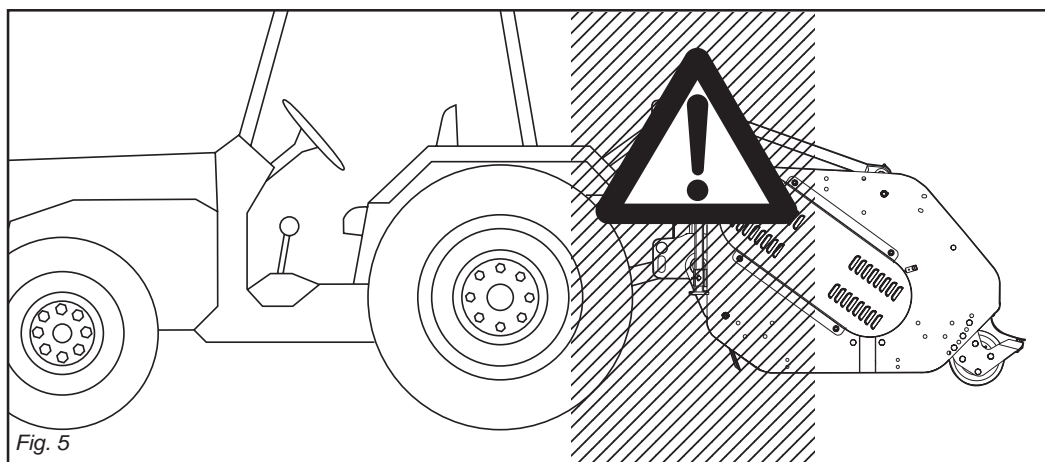

Fig. 5
- 27) È assolutamente vietato interporci tra il trattore e la macchina (Fig. 5) con motore acceso e cardano inserito nonché senza aver azionato il freno di stazionamento. Mantenersi ad una distanza di sicurezza dalla macchina in lavoro, per possibili lanci di corpi contundenti.
- 30) È assolutamente vietato interporci fra il trattore e l'attacco della macchina per manovrare il comando dall'esterno per il sollevamento (Fig. 5).
- 27) *It is absolutely forbidden to stand between the tractor and the implement (Fig. 5) when the engine is running and the cardan shaft is engaged without having first engaged the hand brake. Keep a safe distance from the shredder at work to avoid being hit by possible flying stones, etc.*
- 30) *It is absolutely forbidden to stand between the tractor and the implement when manoeuvring the lift control from the outside (Fig. 5).*
- 27) Il est absolument interdit de se mettre entre le tracteur et l'appareil (Fig. 5) quand le moteur est en marche et le cardan enclenché, sans avoir tiré le frein de stationnement. Se tenir à une distance de sécurité du broyeur en fonctionnement, à cause du lancement possible d'objets contondants.
- 30) Il est absolument interdit de se mettre entre le tracteur et l'attelage pour manoeuvrer la commande de relevage de l'extérieur (Fig. 5).
- 27) *Es ist absolut verboten, bei laufendem Motor und eingeschalteter Gelenkwelle zwischen den Schlepper und das Gerät zu treten (Abb. 5). Dazu muß die Feststellbremse gezogen werden. Achten Sie bei der Arbeit mit der Häckselmaschine auf den nötigen Sicherheitsabstand aufgrund der Auswurfgefahr stumpfer Gegenstände.*
- 30) *Es ist absolut verboten, zwischen den Schlepper und den Anschluß zu treten, um die Aushebung von außen zu betätigen (Abb. 5).*
- 27) Está terminantemente prohibido colocarse entre el tractor y el equipo (Fig. 5) con motor encendido y cardán inserido, o sin haber accionado el freno de estacionamiento. Manténgase a una distancia de seguridad del triturador durante el trabajo, porque puede proyectar objetos.
- 30) Está absolutamente prohibido colocarse entre el tractor y el enganche para maniobrar el mando desde el externo en la fase de elevación (Fig. 5).